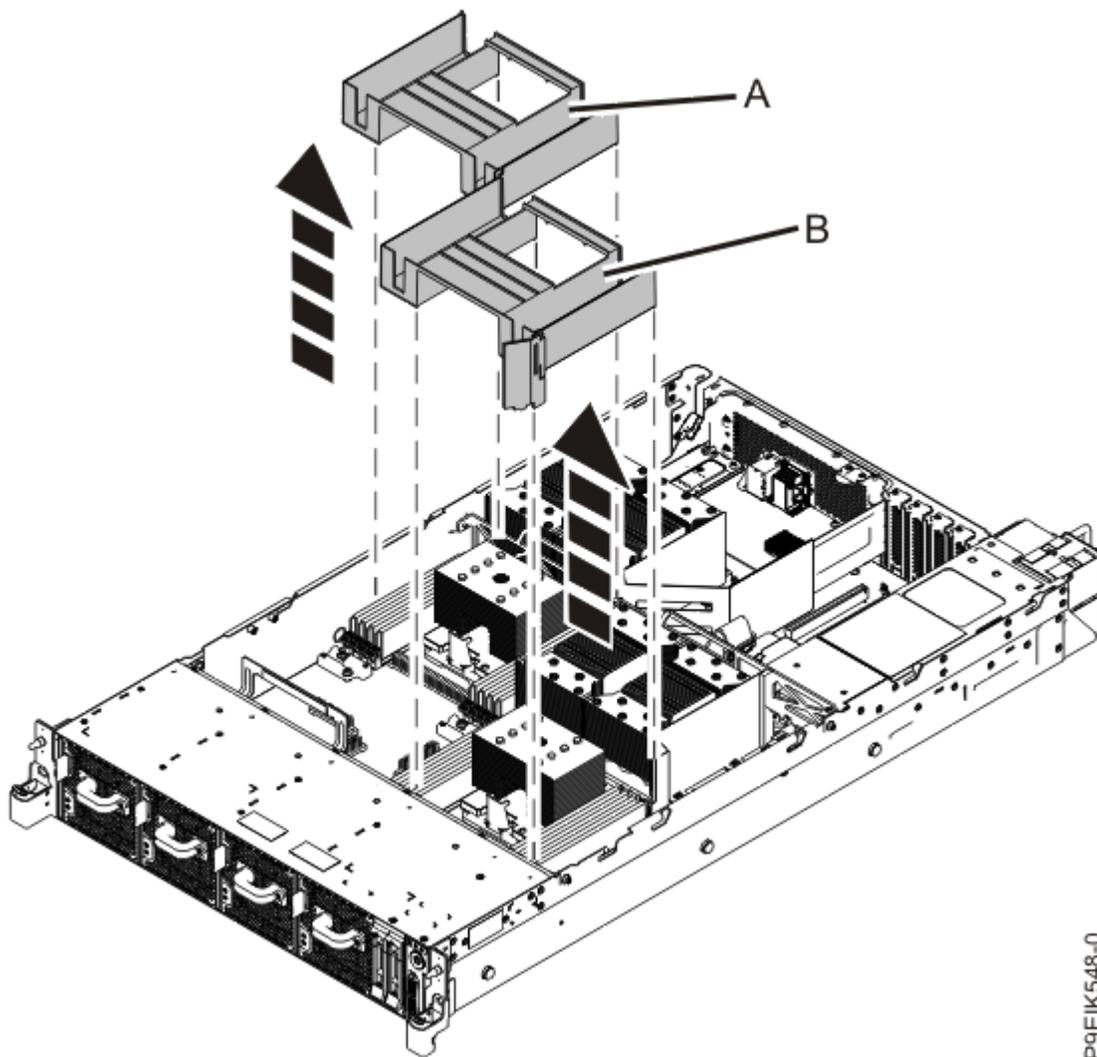

Figure 7. Retrait des grilles d'aération du processeur système
6. Retirez les grilles d'aération (A) et (B) comme illustré à la Figure 7, à la page 14.